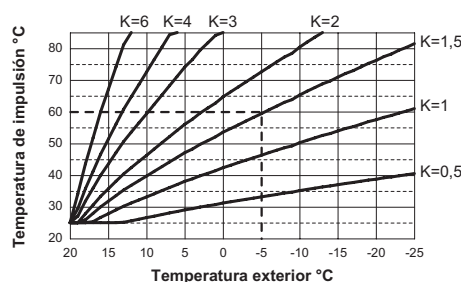

Figura 4.10
La caldera está configurada con un coeficiente K igual a cero para el funcionamiento de la caldera sin sonda conectada. Si la caldera TIENE CONECTADO el control remoto (opcional) consulte la Figura 4.10. En este caso el ajuste del coeficiente K debe hacerse desde remoto.
El coeficiente K es un parámetro que aumenta o reduce la temperatura de impulsión de la caldera al variar la temperatura exterior. Cuando se instala la sonda externa se debe ajustar este parámetro en función del rendimiento de la instalación de calefacción para optimizar la temperatura de impulsión (Figura 4.10).
Ej.: para obtener una temperatura de impulsión a la instalación de calefacción de 60 °C con una temperatura exterior de -5 °C, se debe definir un K de 1,5 (línea discontinua en la Figura 4.10).
- Utilizando los botones 1 o 2 se puede ver y/o modificar el valor del parámetro 15 desde un mínimo de **01** hasta un máximo de **60** en función de la curva elegida para el coeficiente K en la Figura 4.10 (el valor que aparece en el display equivale a valores decimales de coeficientes K). El display muestra el mensaje "SET" (Figura 4.13).